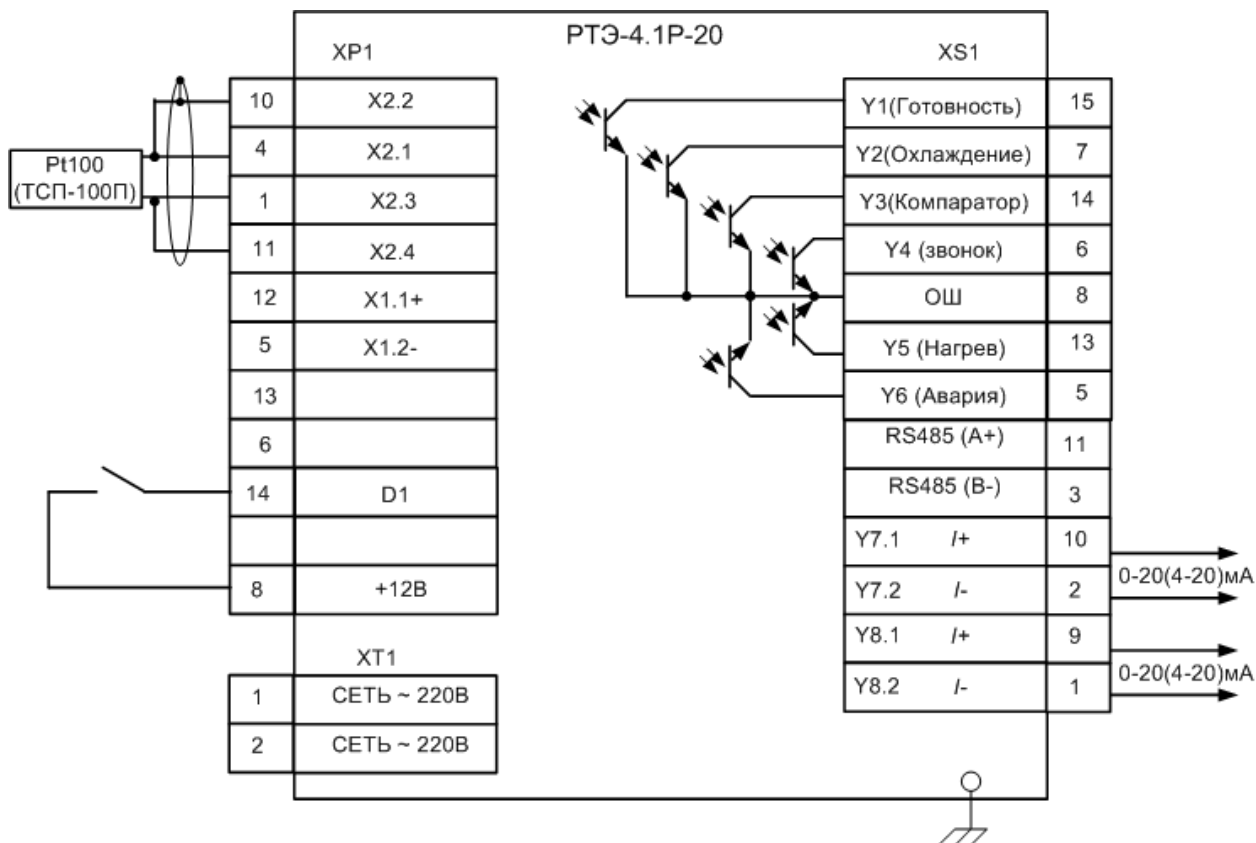

Рисунок 3
- подключить соединительные провода к колодкам соединительным XT1 и XS1 в соответствии со схемой подключения (рисунок 3). Термометр сопротивления подключается 4-х проводным экранированным кабелем. Экранная оплетка должна быть изолирована и соединяется с контактом XP1/10. С целью максимального учета сопротивления подводящих проводов датчик должен быть выполнен по 4-х проводной схеме. В случае применения 3-х проводного датчика необходимо выполнить переход на 4-х проводную в месте максимально приближенному к датчику.
2.2.3. Перейти в программный режим. Для этого необходимо одновременно нажать на кнопки « Δ » и « ∇ ». Установить необходимые значения коэффициентов закона регулирования, номер программы и код конфигурации устройства используя маршрутные надписи на табло (пример на Рис.3,4).. Выйти из программного режима. Выход из режима программирования может осуществляться двумя способами: